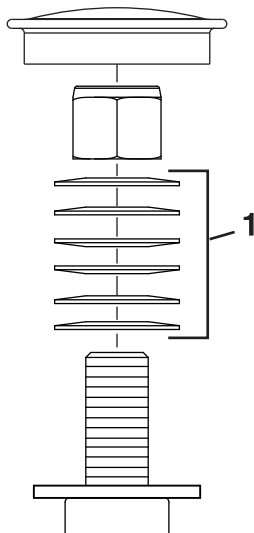

Bild 55
3. Entfernen Sie den Staubdeckel vom Laufrad und ziehen Sie die Sicherungsmutter an (Bild 55).
4. Ziehen Sie die Sicherungsmutter so weit fest, dass die Federscheiben flach liegen und schrauben dann um Viertelumdrehung zurück, um die Lager richtig vorzuspannen (Bild 55).
Wichtig: Achten Sie darauf, dass die Federscheiben richtig eingesetzt sind, siehe Bild 55.
5. Setzen Sie den Staubdeckel auf (Bild 55).